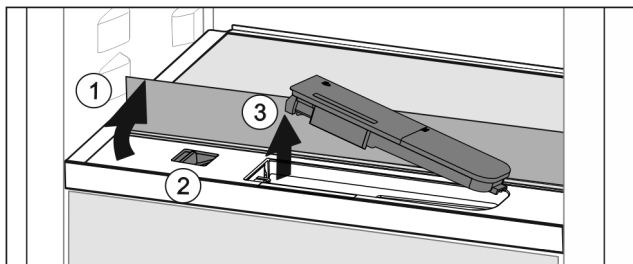

Fig. 127
- ▶ Skleněnou desku nadzvedněte a zaklapněte dozadu až na doraz Fig. 127 (1).
- ▶ Posuvník Fig. 127 (2) posuňte doleva.
- ▶ Vyměňte nádržku na vodu Fig. 127 (3).